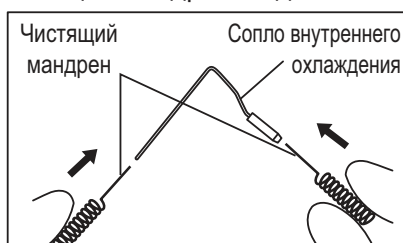

Рис. 12
- 1) Очистите сопла внутреннего и внешнего охлаждения с помощью специального чистящего мандрена. (Рис.12,13)
- 2) Вставьте ирригационный шланг в каждое сопло и промойте их чистой водой. (См. п. 5 (1), (2))